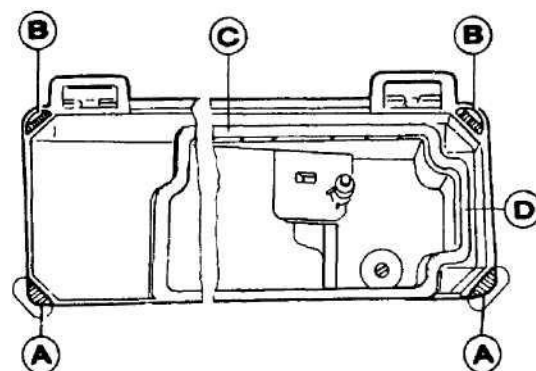

Рис.1.
(рис. 1)
Зафиксируйте поддон в выемке стола, затем вставьте прокладку (А) и прокладку (В) по четырем углам поддона, как показано на рис. 1. Затем вставьте уплотнитель (С) и уплотнитель (D) в прорезь поддона, как показано на рис. 1, для того чтобы предотвратить попадание масла или на другого загрязнения на нить.